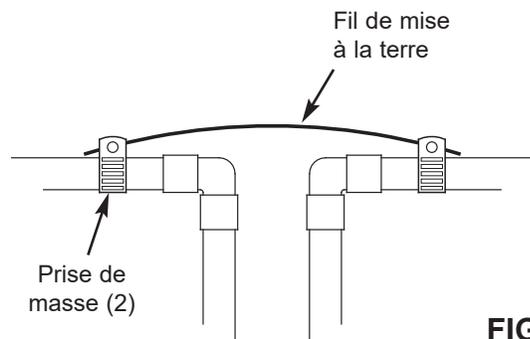

FIG. 13
- a. Reliez les sections enlevées de la conduite d'eau principale avec un fil de cuivre de calibre 4, fixé solidement à chaque extrémité (cf. Figure 13). Pièces non comprises.